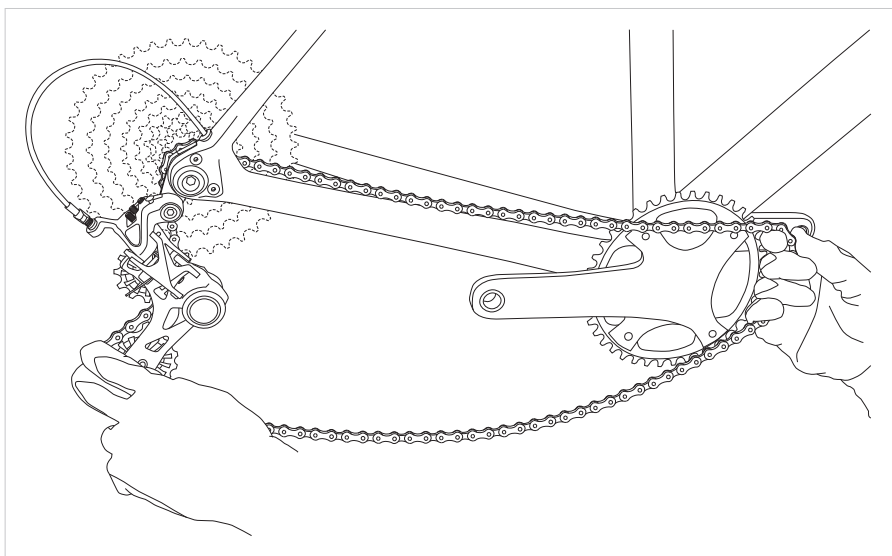

Fig.10
- Premete il bilanciere verso il basso per ridurre la tensione della catena e riposizionate la catena sull'ingranaggio (Fig.10).